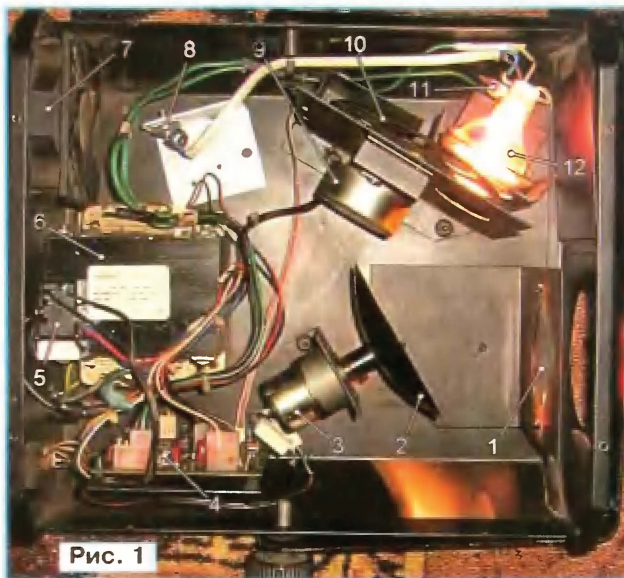
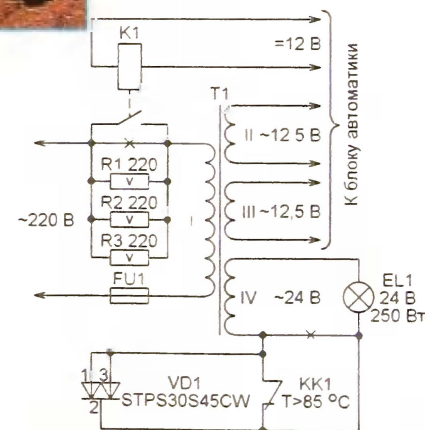

Рис. 1
Рис. 3
Чтобы устранить некоторые недостатки, прибор был доработан по схеме, изображенной на рис. 3. В разрыв цепи галогенной лампы EL1 (12 на рис. 1) была включена сборка мощных диодов VD1 (8), а параллельно ей — термореле KK1 (11) — KSD301 с температурой срабатывания 85 °С. Такие реле применяются в электрочайниках, найти их можно в магазинах электротоваров. Диодная сборка указанного на схеме типа нашлась в компьютерном блоке питания.
Перегоревшую галогенную лампу на 24 В, 250 Вт можно заменить аналогичной, но широко распространенной на 12 В мощностью 100 Вт. Яркость изображения, конечно, снизится, но останется вполне достаточной. Питая эту лампу нужно через показанную на рис. 3 диодную сборку. Термореле в этом случае не требуется, поскольку лампа меньшей мощности и нагревается значительно меньше. Можно применить и галогенную лампу на 220 В, питая ее непосредственно от сети.